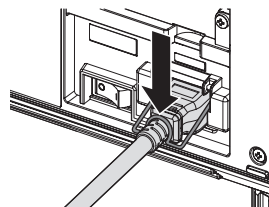

Abb. 4
- 4) **Halten Sie die Netz-kabelhalterung gedrückt, bis das Ende der Netz-kabelhalterung am Netzkabel einrastet, um das Netzkabel zu sichern. (Abb. 4)**